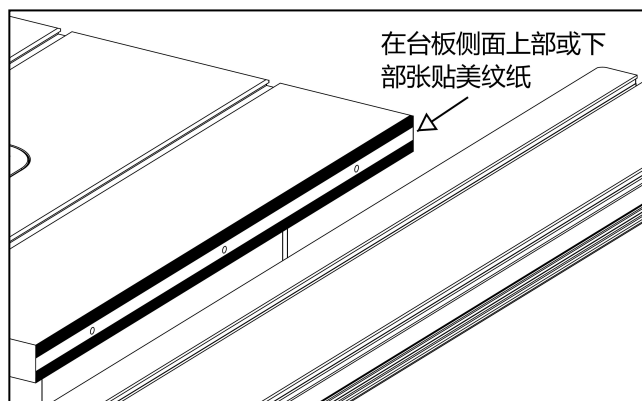

图 12
8. 在锯切木料时，如果滑台的运动方向与台锯锯片不平行，会发生木料回弹，对操作者造成严重的人身伤害。所以在开始操作前，请务必确保滑台运动方向与锯片平行，以避免木料回弹造成的伤害。可采用在台板侧边张贴美纹纸或者垫片的方式来调节平行度 ($\leq 0.1\text{mm}$)，如图 12 所示。